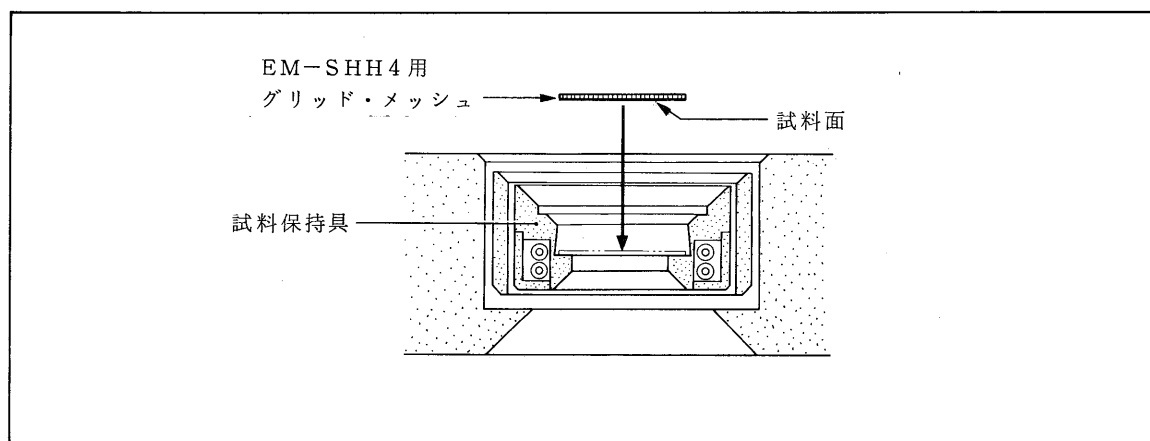

図 4.7 試料の装填
4. 試料を付着させた EM-SHH4 用グリッド・メッシュ（3章）を，試料面を下側にして試料保持具に入れる（図 4.7）。